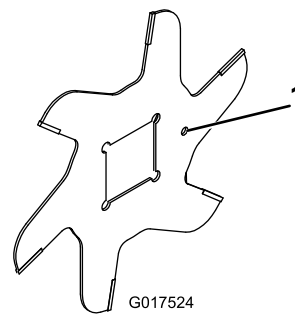

图 15
1. 组装刀片 图 15。
4. 顺时针安装下一个刀片以使其定位参考孔 图 15 不与靠近轴的一个平面的第一个刀片孔对齐。